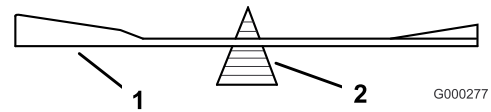
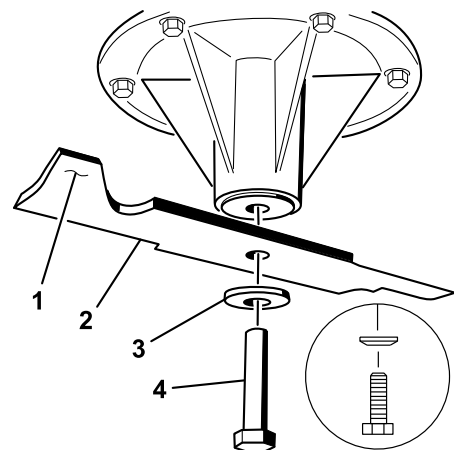

Figura 92
Figura 93
2. Controllate l'equilibrio della lama posizionandola su un bilanciatore (Figura 92). Se la lama rimane in posizione orizzontale, è bilanciata e può essere utilizzata. Se la lama non è bilanciata, limate del metallo soltanto dalla costa (Figura 93). Ripetete la procedura finché la lama non è perfettamente bilanciata.
1. Montate la lama sull'asse del fusello (Figura 93).
2. Montate il disco elastico e il bullone della lama. Il cono del disco elastico deve essere rivolto in verso la testa del bullone (Figura 93). Serrate il bullone della lama a 115–149 Nm.